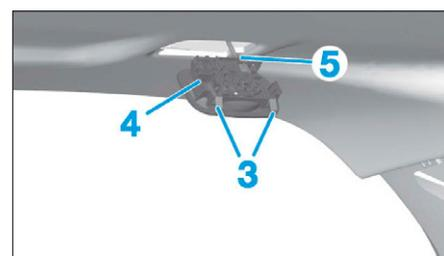

FIG. 52
- Dégrafer les ressorts (3) de l'éclaireur arrière (4) (Fig.52).
- Ecarter l'éclaireur et débrancher le connecteur (5).